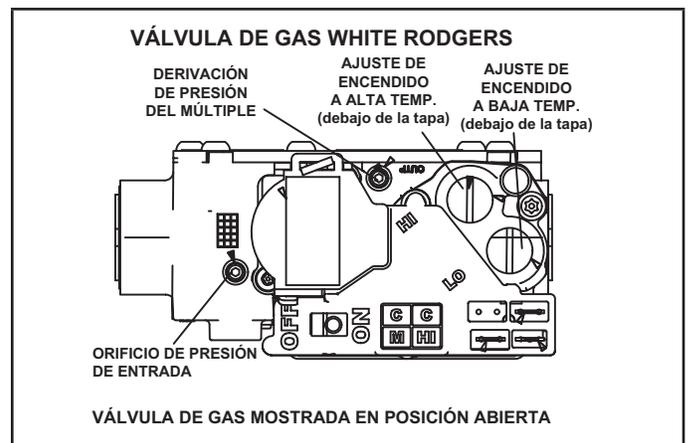

FIGURA 63
### Operación de la válvula de gas (FIGURA 63)
- 6 - Mueva el interruptor de la válvula de gas a la posición APAGADO. Ver FIGURA 63.
- 8 - Mueva el interruptor en la válvula de gas a la posición ENCENDIDO. Ver FIGURA 63.
Un tapón roscado de presión de entrada en la válvula de gas permite acceso a la presión de suministro. Ver FIGURA 63. Retroceda el tornillo hexagonal de 3/32 una vuelta, conecte un tubo de 5/16 y conéctelo a un manómetro para medir la presión de suministro. Ver la TABLA 24 para la presión de la línea de suministro.
Un tapón de presión del múltiple en la válvula de gas permite acceso a la presión del múltiple. Ver FIGURA 63. Retroceda el tornillo hexagonal de 3/32 una vuelta, conecte un tubo de 5/16 y conéctelo a un manómetro para medir la presión del múltiple.
- 5 - Haga ajustes si es necesario. La FIGURA 63 muestra la ubicación de los tornillos de ajuste de encendido de alta y baja temperatura.